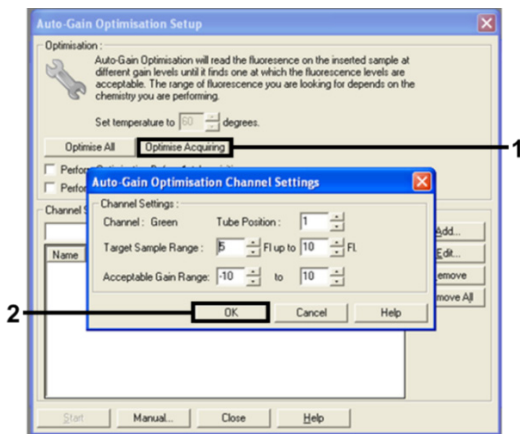

Figure 11. Optimisation du gain automatique pour le canal Green.
13. Cliquer sur **Optimise Acquiring** (Optimiser l'acquisition). Les paramètres de chaque canal sont affichés. Cliquer sur **OK** pour accepter ces valeurs par défaut pour les deux canaux (figure 11).